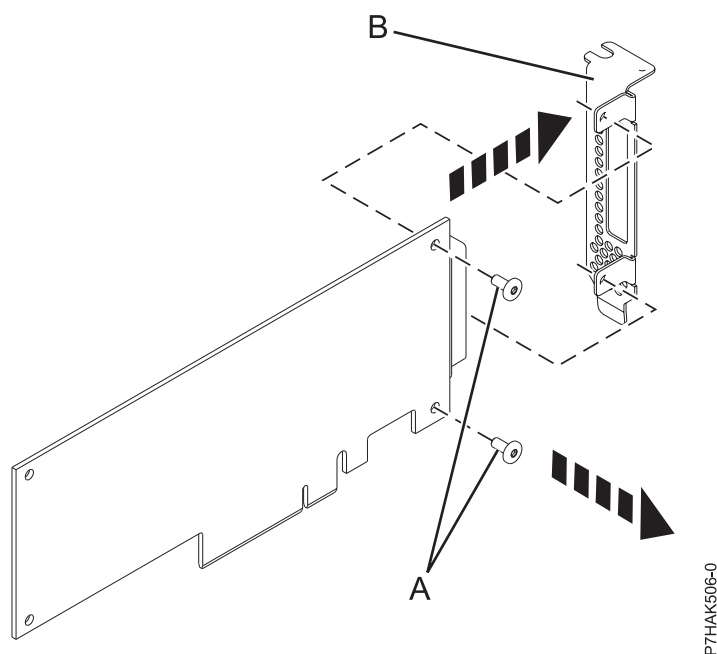

Figura 76. Extracció de la contrapunta de perfil baix d'un adaptador PCIe
2. Mitjançant un tornavís Phillips, aflixeu els dos cargols (A) que fixen la contrapunta (B) a l'adaptador PCIe que falla, tal com es mostra a la Figura 76.